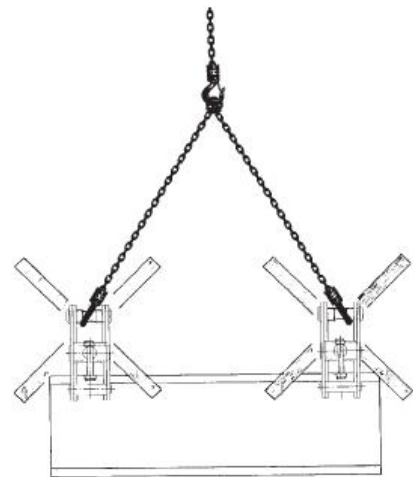

Fig. 3
- El amarre incorrecto, o la carga incorrecta de la barra de suspensión por un tiro lateral (Fig. 3) o por usar la pinza como una garra de apriete no está permitido.